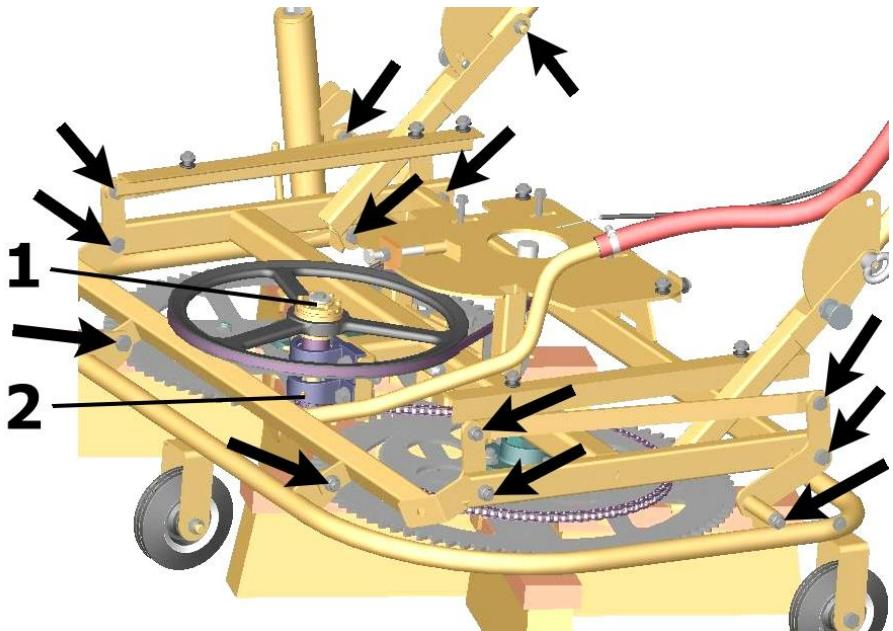

Bild 2
- **Befestigungsschrauben bei beweglichen Teilen nicht zu fest nachziehen.** (Siehe Pfeile ↘↗ in Bild 2)
Rutschkupplung (siehe Pos. (1) in Bild 2) dient als Überlastsicherung und sollte bei Störungen (Durchdrehen der Rutschkupplung (1) während des Betriebes) nachgezogen werden.
Halbjährliche Schmierung der Rutschkupplung über Schmiernippel (siehe Pos. (2) in Bild 2) mit Fett nachfüllen.